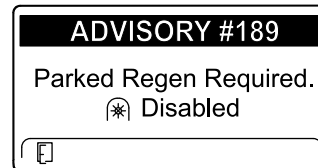

Figure 38
- Si vous n'exécutez pas de régénération en stationnement dans un délai de 2 heures, l'InfoCenter affiche ADVISORY #189 (avis n° 189) s'affiche pour demander une régénération en stationnement – prise de force désactivée (Figure 38).